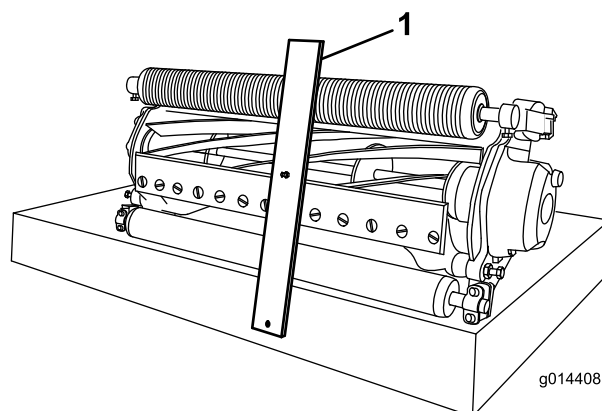

Figure 10
3. Accrochez la tête du boulon sur le bord tranchant de la contre-lame et appuyez l'arrière du gabarit contre l'arrière du rouleau (**Figure 10**).